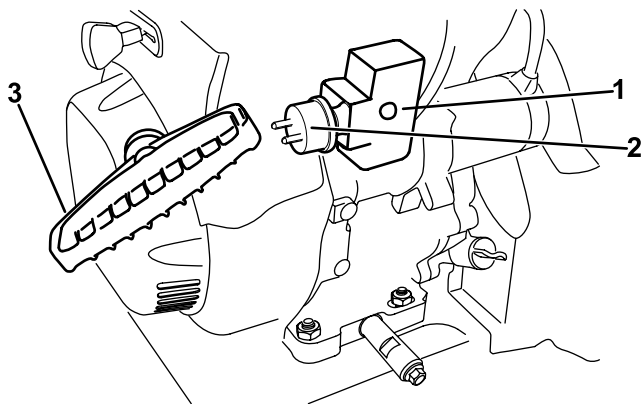

Рисунок 24
7. Запустите машину, потянув за шнур стартера или нажав на кнопку электрического стартера (Рисунок 24).